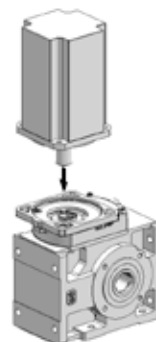

fig. 3
- introduire le moteur jusqu'à l'épaulement (voir fig. 3);
en serrant les vis de fixation sur la bride servomoteur (fig. 3).